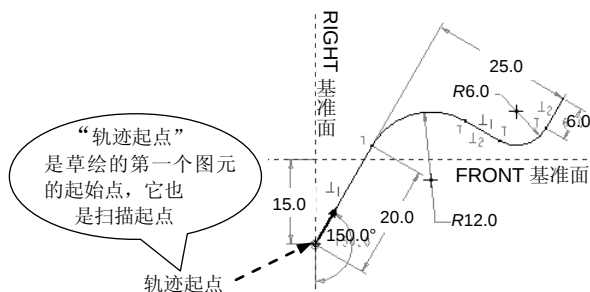

图 5.25.5 扫描轨迹
(1) 选择 **SWEEP TRAJ (扫描轨迹)** 菜单中的 **Sketch Traj (草绘轨迹)** 命令。
(2) 定义扫描轨迹的草绘平面及其参照面：选择 **Plane (平面)** 命令，选取 TOP 基准平面作为草绘面；选择 **Okay (确定)** → **Right (右)** → **Plane (平面)** 命令，选取 RIGHT 基准平面作为参照面。系统进入草绘环境。
(3) 定义扫描轨迹的参照：接受系统给出的默认参照 FRONT 和 RIGHT。
(4) 绘制并标注扫描轨迹，如图 5.25.5 所示。
- 相对于扫描截面的大小，扫描轨迹中的弧或样条半径不能太小，否则扫描特征在经过该弧时会由于自身相交而出现特征生成失败。例如，图 5.25.5 中的圆角半径 R12.0 和 R6.0，相对于后面将要创建的扫描截面不能太小。
(1) 查找轨迹方面的原因: 检查是不是图 5.25.5 中的尺寸 R6.0 太小, 将它改成 R9.0 试试。操作步骤如下:
③ 在草绘环境中，将图 5.25.5 中的圆角半径尺寸 R6.0 改成 R9.0，然后单击“草绘完成”按钮 。
④ 再单击对话框中的 **预览** 按钮，仍然出现错误信息，说明不是轨迹中的圆角半径太小的原因。
(2) 查找特征截面方面的原因：检查是不是截面距轨迹起点太远，或截面尺寸太大（相对于轨迹尺寸）。操作步骤如下：
① 在扫描特征信息对话框中，双击 **Section (截面)** 这一元素，系统进入草绘环境。